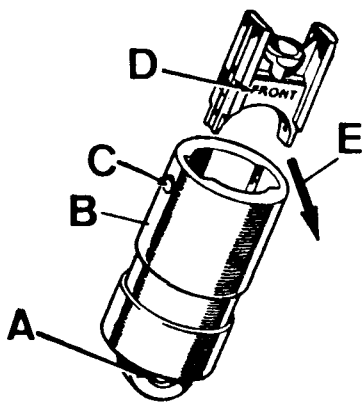

Fig. A1-79 Montaje de guías, empujadores y rodillos
- 2.3. Instalar las guías de los empujadores, B (Fig. A1-79) e introducir los tornillos de fijación, solamente lo suficiente para mantenerlas en posición, a través del orificio, C.
- 2.4. Montar los empujadores y rodillos, colocándolos en la posición correcta con respecto a la parte delantera del motor según se detalla en la Fig. A1-79.